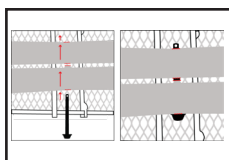
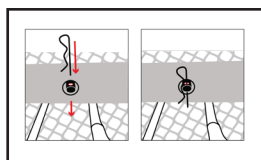

Abbildung 3
Abbildung 4
4. Wenn der Bolzen ganz durch ist, drehen Sie ihn mit der Klammer so, dass das kleine Loch nach oben zeigt (Abbildung 3). Schieben Sie die Klammer durch das Loch (Abbildung 4).